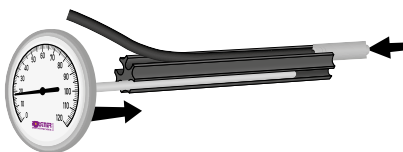

Bild 10: Das Thermometer und die Temperaturfühler werden in das Steckmodul geschoben.
⑬	Reserve / Trinkwasser bei Hochtemperatur-Wärmeerzeugern
⑭	Trinkwasser (bei Wärmepumpen oder hohem Trinkwasserbedarf)
⑭ ¹	Reserve**
⑮	Wärmeerzeuger
⑮ ¹	Wärmeerzeuger
⑯	Solarflüssigkeit* oder Wärmeerzeuger
1. Schieben Sie das Thermometer von einer Seite in das Steckmodul (► Bild 10).